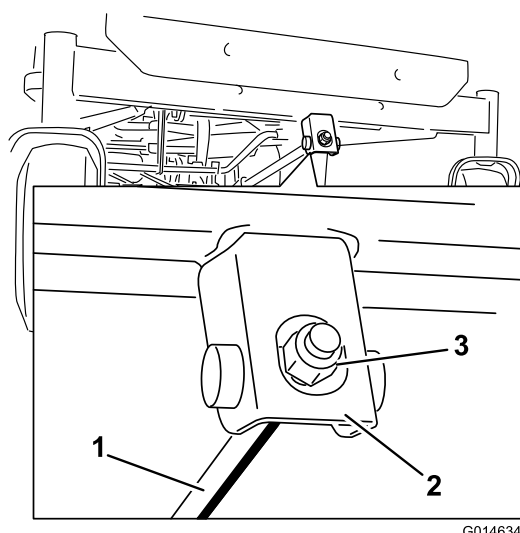

Figura 55
- Para ajustar la inclinación longitudinal, gire la tuerca de ajuste de la parte delantera del cortacésped (Figura 55).